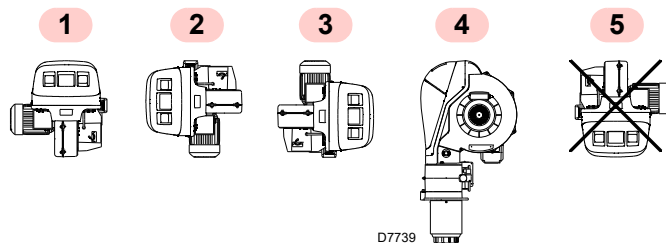

Рис. 14
- Пальник призначений для роботи тільки в положеннях 1, 2, 3 і 4 (Рис. 14).